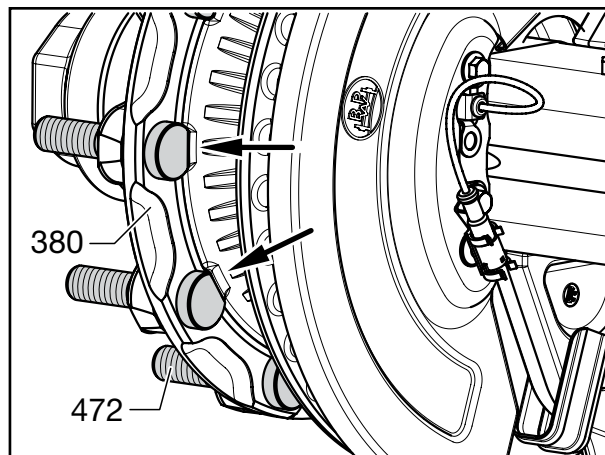

Fig. 54
- [36] Rikta borringarna för hjulbultarna (472) på ECO Unit (434) och bromsskivan (380).
- [37] För in hjulbultarna (472) så långt som möjligt i bromsskivan Bremsscheibe/ECO Unit. Kontrollera att hjulbulthuvudet sitter korrekt på bromsskivan (380) (vridsäkring), se fig. 54.